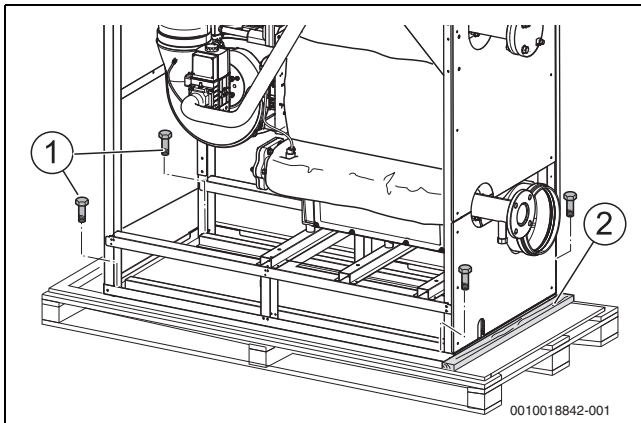

Bild 4 Heizkessel von Palette lösen (beispielhafte Darstellung)
- ▶ Heizkessel über die Brenner- oder Abgasseite von der Palette schieben. Beim Schieben über die Abgasseite Fixierleiste (→ Bild 4) entfernen.